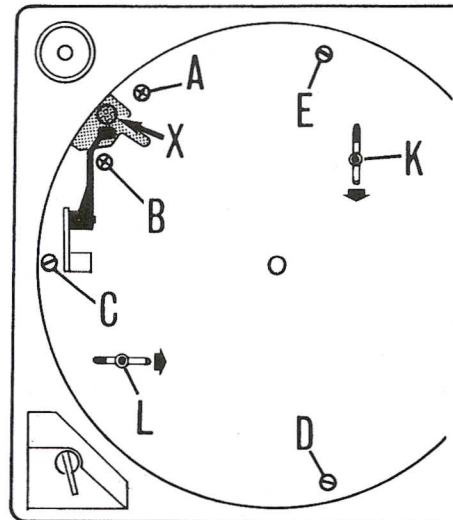

Fig. 2. *Transport- og demonteringskruser*
1.2 Transportskruser (fig. 2)
1.2 Transport screws (fig. 2)
2.1 Demontering (fig. 2)
- Løs skruene K og L, og trekk festebrakettene i pilens retning (fig. 2).